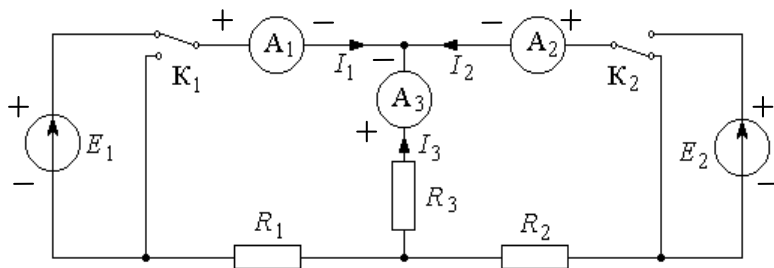

Рис. 1.1
В работе используется электрическая цепь, схема которой показана на рис. 1.1.
5. В чем сущность принципа наложения и как его проверить на примере цепи рис.1.1?
2. Экспериментальная проверка принципа наложения и законов Кирхгофа. Собрать схему рис. 1.1 и проделать следующие опыты.